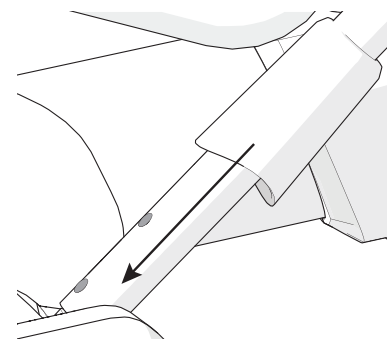

Рисунок 20
6. Поверните один из пластиковых колпаков таким образом, чтобы он находился на одной линии с поверхностью под ним. Затем нажмите на него, чтобы зафиксировать (см. рисунок 20). Повторите эти действия для установки второго пластикового колпака.